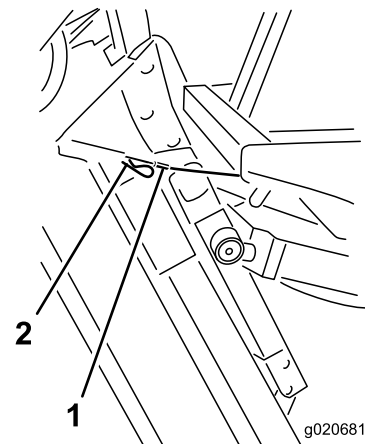

Figura 83
6. Sujetando la unidad de corte en posición vertical, coloque el extremo del cable sobre el pasador del brazo de elevación de la unidad de corte y fíjelo con la chaveta (Figura 83).